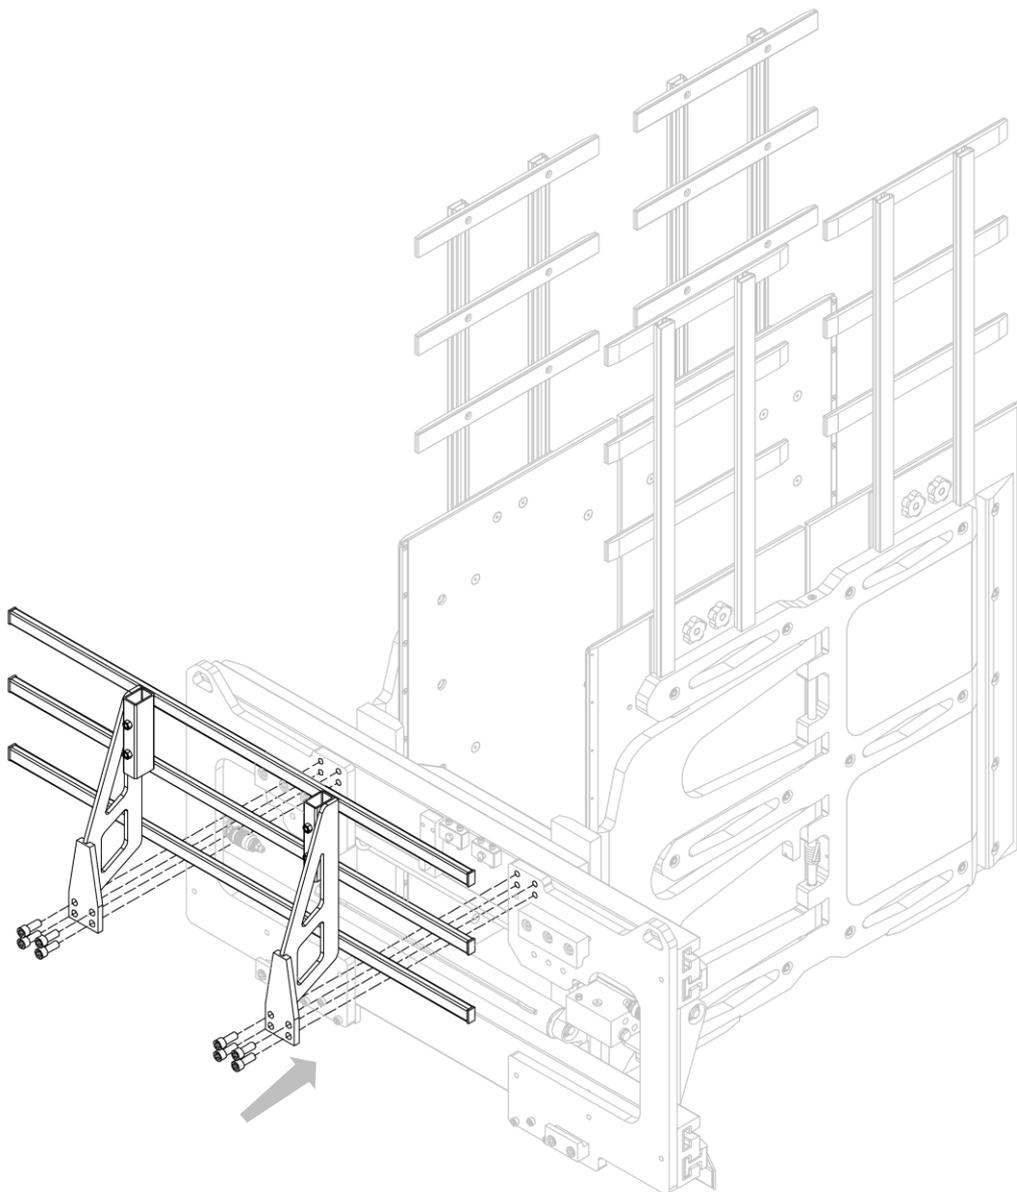

Abbildung 43
3. Installieren Sie den Lasthalterrahmen am Gerät (siehe *Abbildung 43*).